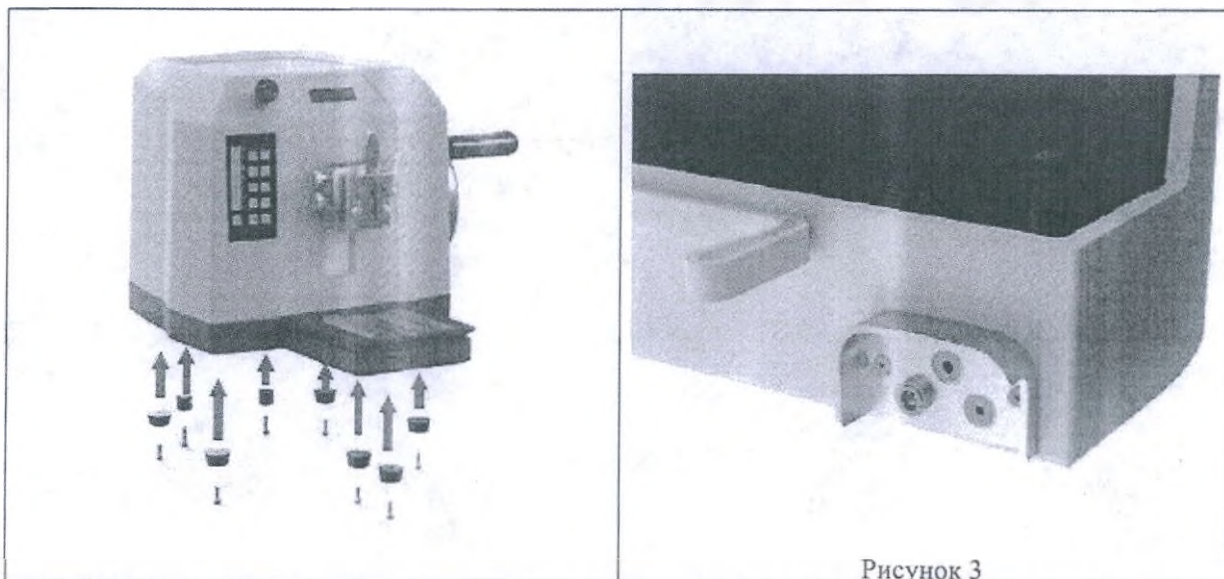

Рисунок 3
- Затем равномерно сдвинуть блок Aquates (рисунок 2.1) к ротационному микротому. Подключить кабель электропитания, кабель датчика температуры и кабель для освещения к левой задней стенке корпуса системы Aquates (см. рисунок 3). Провести кабель электропитания под микротомом и вывести его к задней стенке.
i	См. рисунок 3: кабель питания заканчивается электрическим разъемом. Вставить вилку вместе со шнуром питания светодиода и шнуром датчика температуры в заднюю стенку системы Aquates.